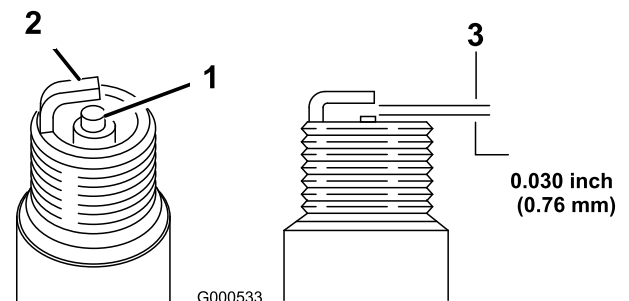

Figura 40
1. Veja a parte central das velas de ignição (Figura 40).
2. Verifique a folga entre os elétrodos central e lateral (Figura 40) e dobre o elétrodo lateral, se verificar uma folga incorreta.